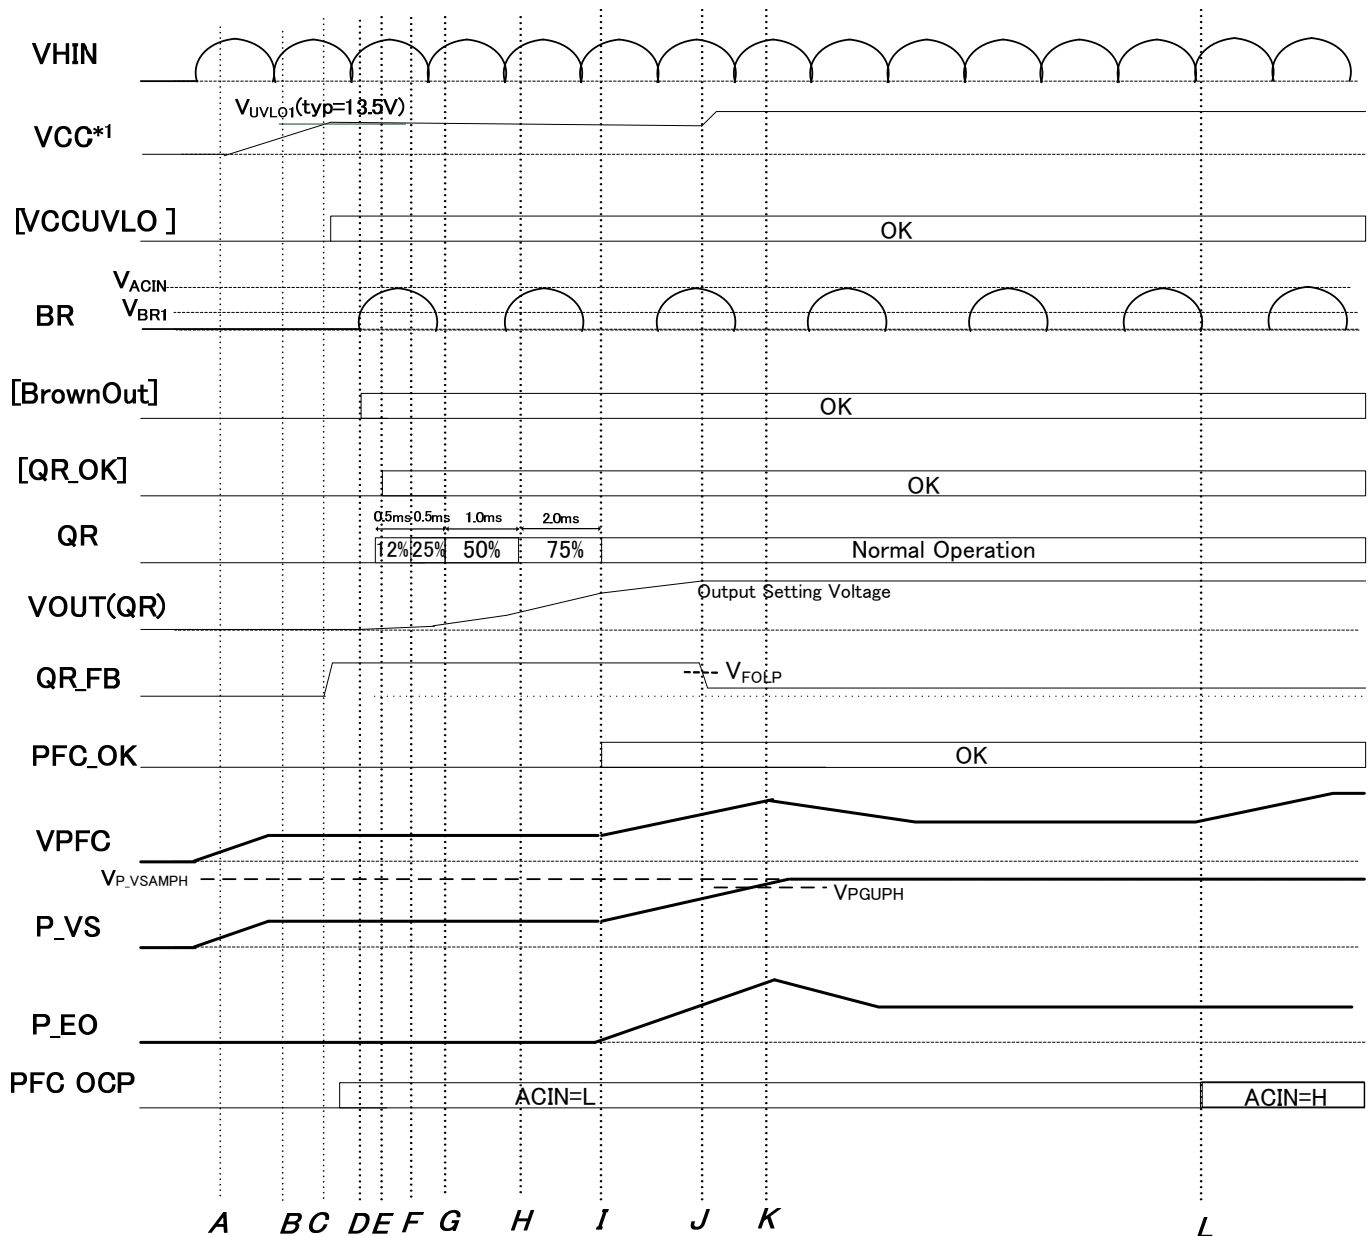

Figure 6. 起動タイミングチャート
・ Figure6 動作説明
- L: BR 端子で AC を 7 発連続で検知。この間は PFC 過電流検出電圧=-0.6V で動作します。その後、検知した AC 電圧に応じて、検出電圧が決まります。Figure6 では $ACIN=H$ を検知したため、PFC 過電流検出電圧=-0.4V の設定に切り替わります。